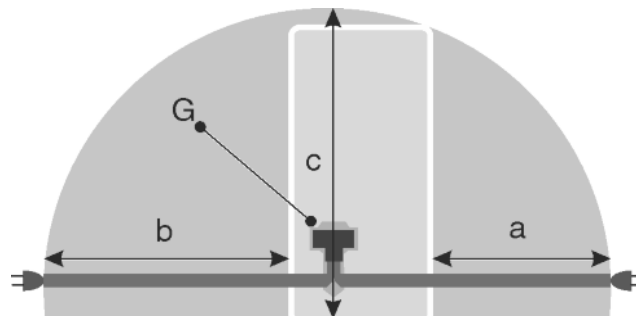

Fig. 43
- Steckdose liegt außerhalb des Geräterückseitenbereichs im gegebenen Bereich *Fig. 43 (a, b, c)*.
- ▶ Gerätestecker *Fig. 43 (G)* auf der Rückseite des Gerätes einstecken. Auf richtiges Einrasten achten.